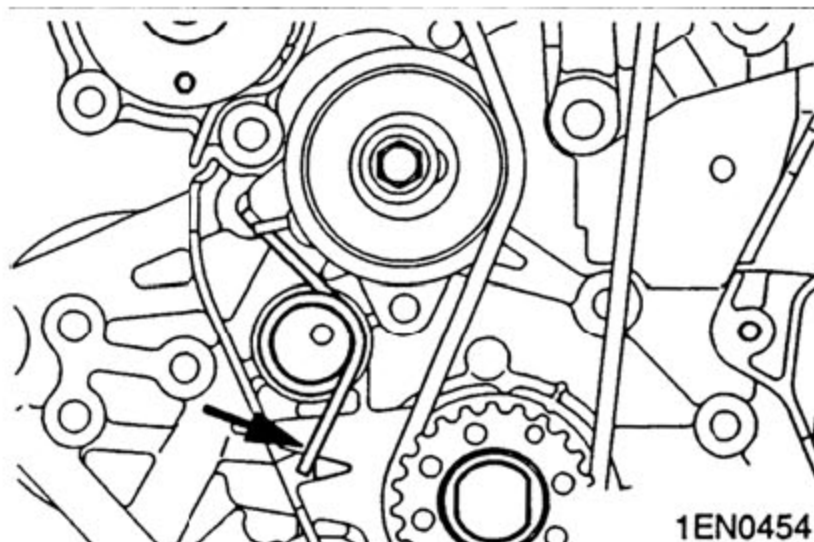

图 3-6
A). 用钳子夹住涨紧器弹簧伸长端（如图 3-6 所示），将它从机油泵壳体限位块上拆下，然后拆下涨紧器弹簧。